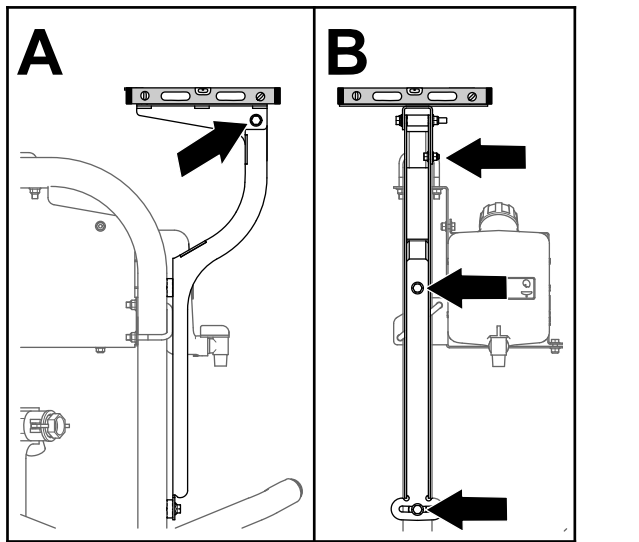

Figura 154
3. Livellate la piastra del ricevitore in senso laterale (Figura 154).
5. Livellate la piastra del ricevitore in senso longitudinale (Figura 154).